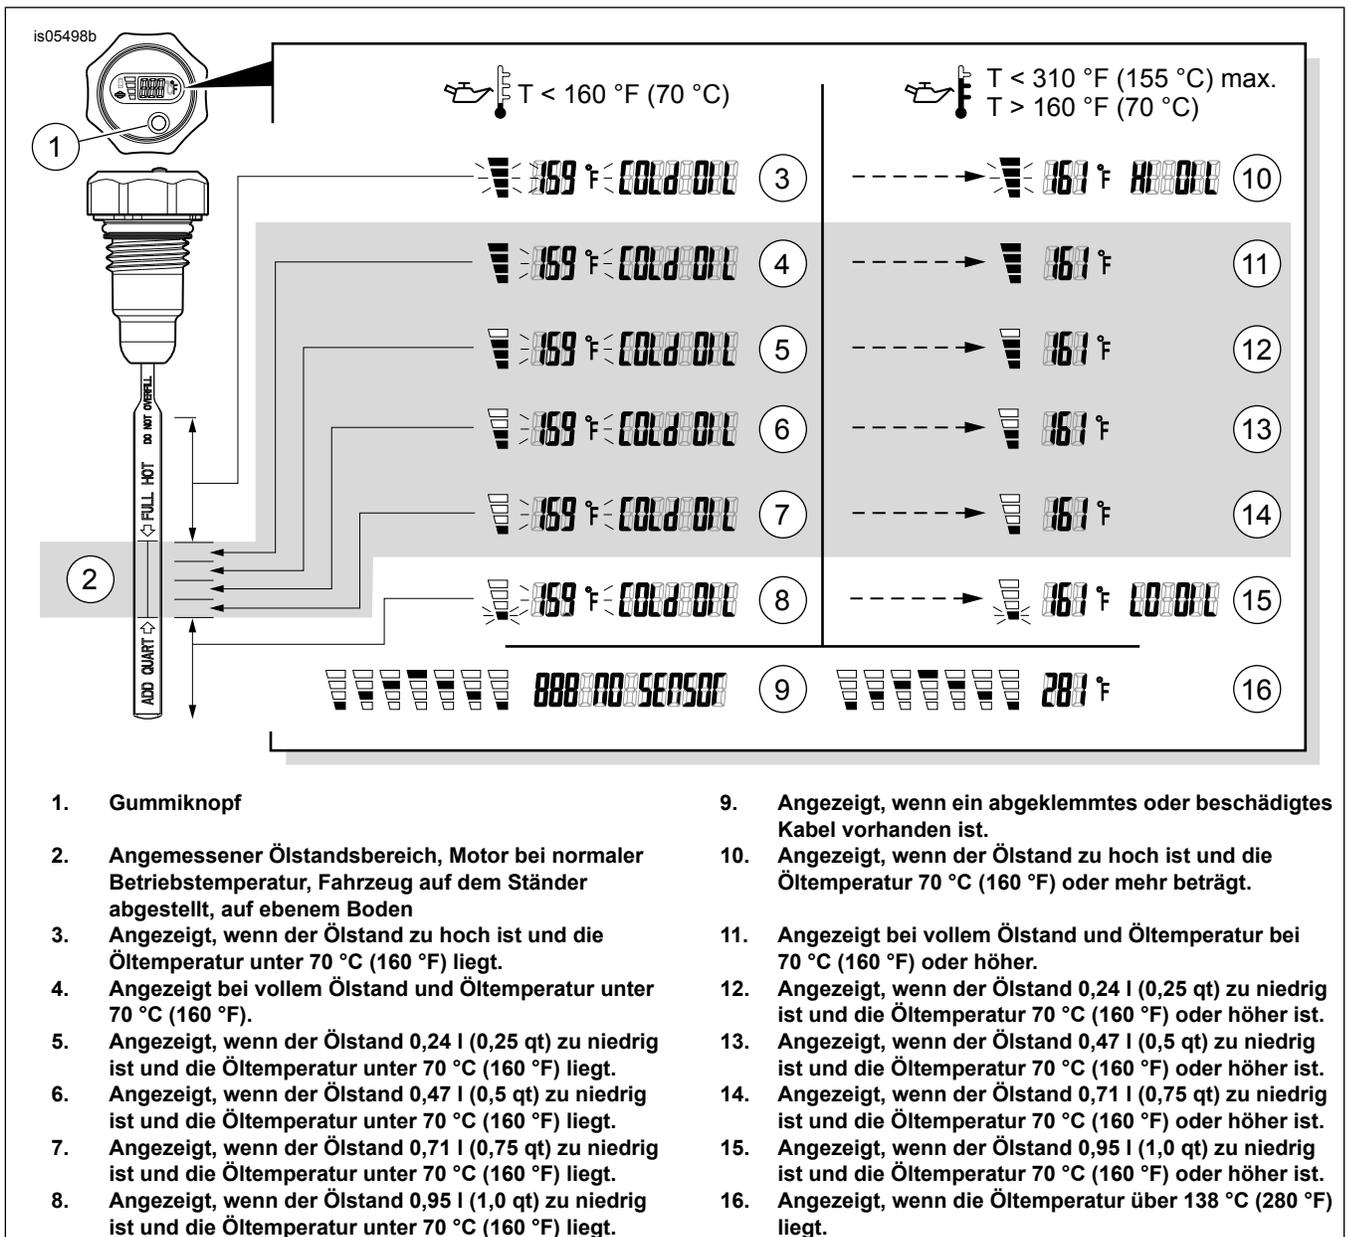

Abbildung 1. LCD-Öltemperatur-/Ölstand-Messtab
Siehe Abbildung 1 >. Den Gummiknopf an der Vorderseite kurz drücken, um Folgendes anzuzeigen:
- Der korrekte Ölstand entspricht den Angaben in Abbildung 1, Anzeige 4–8 (Balken zeigen Ölstand und blinkende Öltemperatur, gefolgt von der Meldung „COLD OIL“ (Kaltes Öl) bei kaltem Motor). Bei KALTEM Motor KEIN ÖL NACHFÜLLEN, um den Ölstand auf Markierung FULL (Voll) auf dem Messstab zu bringen.
- Den Gummiknopf an der Vorderseite des LCD-Öltemperatur-/Ölstand-Messstabs kurz drücken, um die Temperatur und den Ölstand im Tank anzuzeigen. Der korrekte Ölstand entspricht den Angaben in Abbildung 1 , Anzeige 11–14.
Ein Fehlercode „888 NO SENSOR“ und animierte Füllstandsbalken (Abbildung 1 , Anzeige 9) weisen auf ein abgeklemmtes oder beschädigtes Kabel hin.
Um einen Ausfall der Elektronik im Inneren zu vermeiden, misst der Messstab den **Ölstand** nicht, wenn die **Öltemperatur** 138 °C (280 °F) überschreitet. Animierte Füllstandsbalken werden zusammen mit der Temperatur (Abbildung 1 , Anzeige 16) bis zu einem Höchstwert von 155 °C (310 °F) angezeigt.